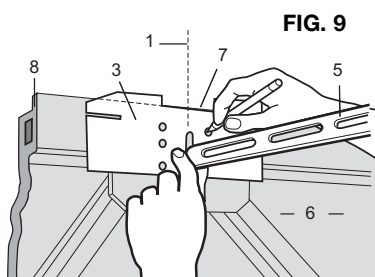

FIG. 9
- Per ottenere la corretta disposizione dei fori in verticale nel caso di una porta con bordo rialzato, non piegare all'indietro le linguette della maschera di foratura (Fig. 9). Appoggiare invece la linea orizzontale tratteggiata, in alto, sul bordo rialzato.